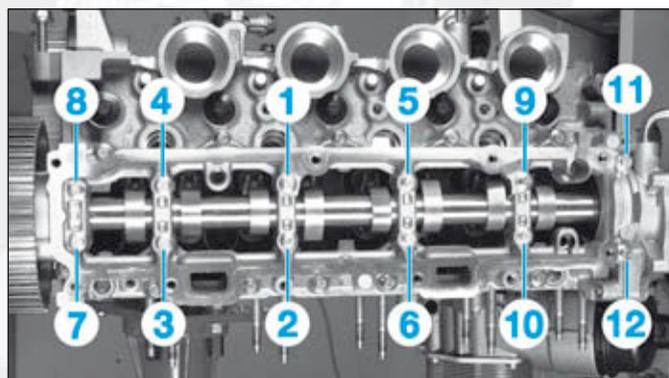

FIG.58
- Serrer le carter supérieur d'arbre à cames en respectant l'ordre et le couple de serrage (Fig.58).